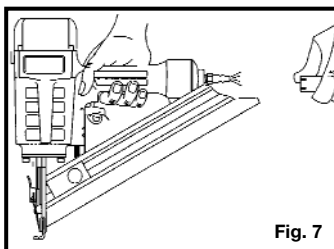

Fig. 7
11. Conecte la herramienta a una manguera neumática con un acoplamiento que quite automáticamente toda la presión neumática de la herramienta al desconectarlo. Fig. 7.
12. Desconecte la herramienta de la manguera neumática antes de hacer el mantenimiento de la herramienta, de soltar un sujetador atorado, de salir del área de trabajo, de transportar la herramienta a otro lugar o de pasar la herramienta a otra persona. Fig. 7.